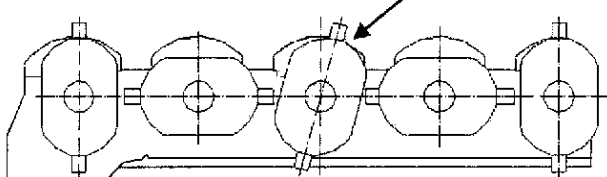

fig.41
- identificare il disco portacoltelli fuori fase (fig.41);
- identify which disk is out of line (fig.41);
- identifier le disque hors phase (fig.41);
- identificar el disco que está fuera de fase (fig.41);
- nach der beschädigten Scheibe suchen (Abb.41);